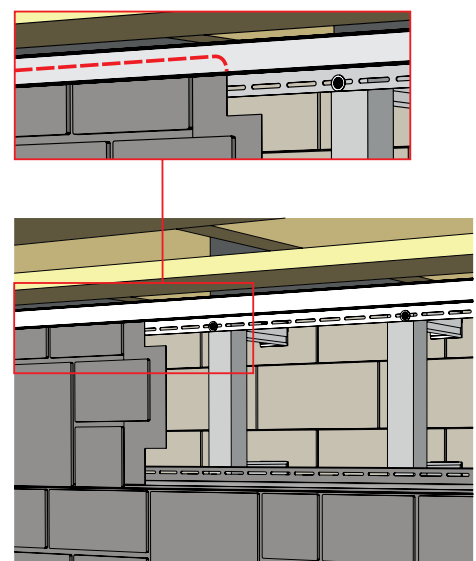

Рисунок 96
17.6 Завершающий ряд панелей (под карнизным или фронтонным свесом) подрежьте по высоте и смонтируйте в универсальный J-профиль 7/8 (рис. 96).